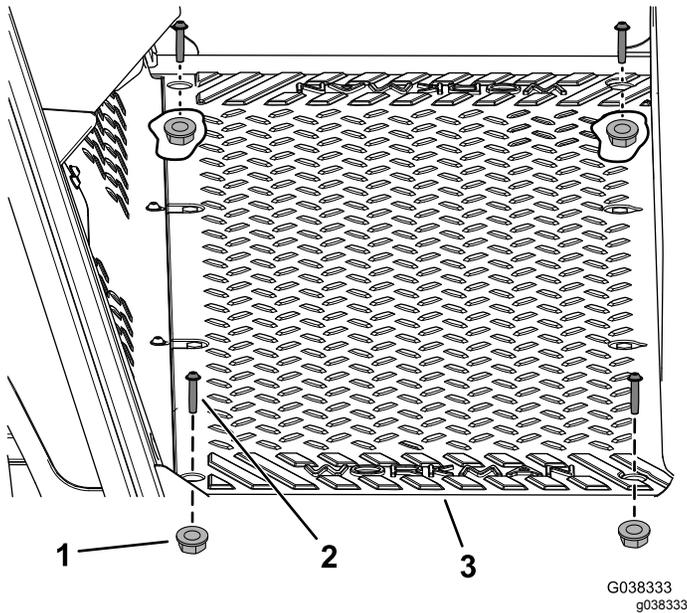

Figure 2
1. Retirez les 4 vis (1/4" x 1 1/4") et les 4 écrous (1/4") du plancher (Figure 2).
7. Installez les 4 vis (1/4" x 1¼") et les 4 écrous (1/4") retirés précédemment dans le plancher (Figure 2).